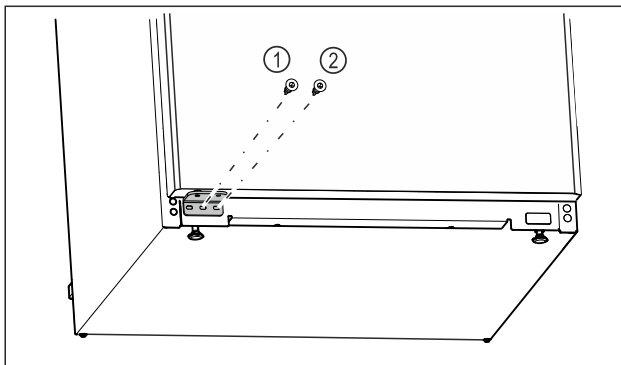

Fig. 22
- ▶ Utáhněte prostřední šroub stojanu ložiska Fig. 22 (1) šroubovákem Torx 20.
- ▶ Utáhněte vnitřní šroub stojanu ložiska Fig. 22 (2) šroubovákem Torx 20.